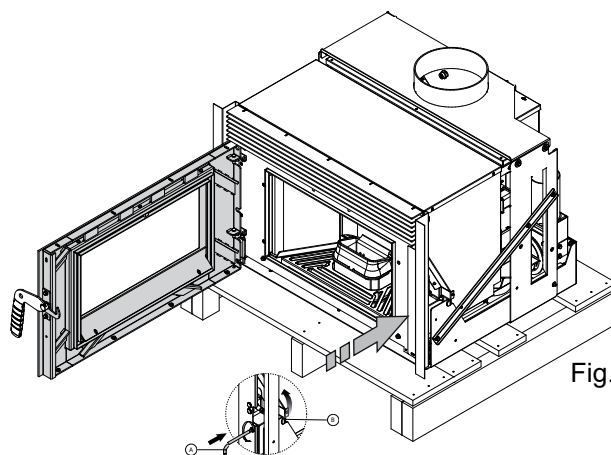
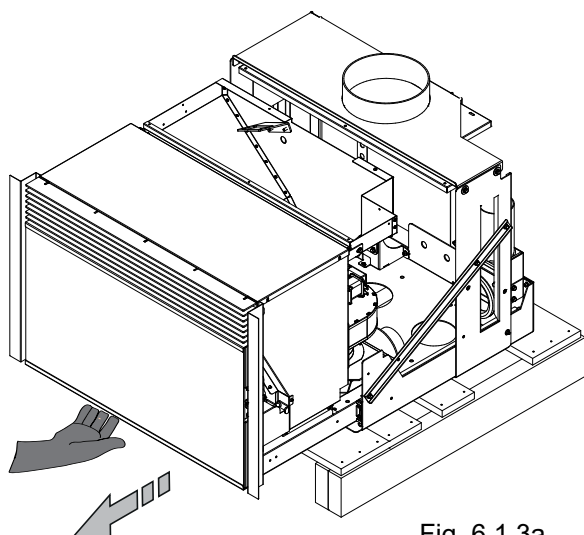

Fig. 6.1.2
Fig. 6.1.3a
4. Introducir la llave Allen (A) en el compartimiento de desbloqueo seguro; presionar y girar en sentido antihorario la palanca de cierre en posición (B) (Fig. 6.1.2), cerrar la puerta y tirar hacia el exterior la máquina hasta terminar la carrera de las guías (Fig. 6.1.3a).